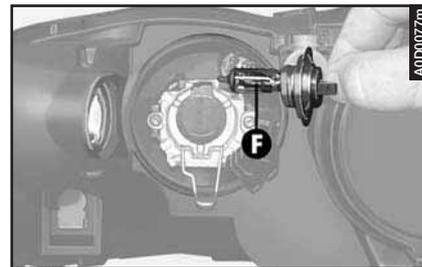

fig. 44
– Sfilare la lampada (**F-fig. 44**).